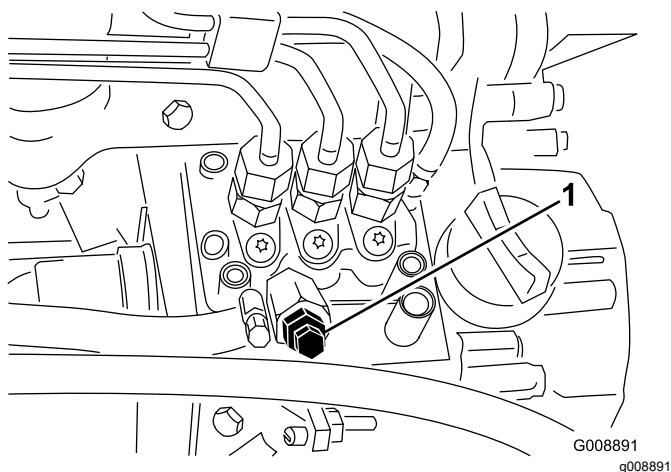

Рисунок 39
3. Выверните продувочный винт из топливного насоса (Рисунок 39).